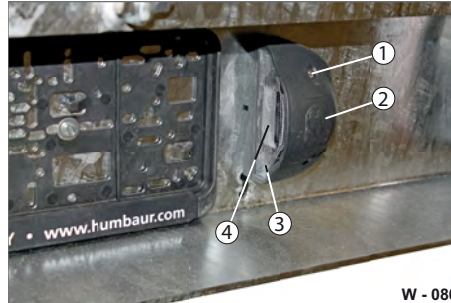

Abb. 78 Kennzeichen-Beleuchtung 24 V
- ▶ Lösen Sie die Befestigungsschrauben (Abb. 78/1).
- ▶ Öffnen Sie vorsichtig den Leuchtenkörper (Abb. 78/2).
- ▶ Entfernen Sie die Lichtscheibe (Abb. 78/3).
- ▶ Ersetzen Sie die Leuchte (Abb. 78/4).